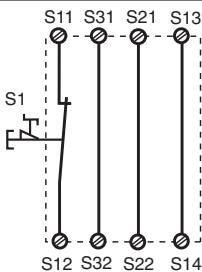
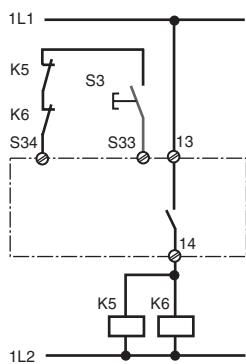

Fig. 2: Eingangskreis einkanalig, autom. Start/Single-channel input circuit, automatic reset/Commande par 1 canal, validation automatique
Fig. 9: wie Fig. 8 mit überwachtem Start/connection for contactors/relays and monitored reset/comme Fig. 8 avec surveillance du poussoir de validation
In Fig. 2 ... Fig. 9 sind Anschlußbeispiele für NOT-AUS-Beschaltung mit automatischem und überwachtem Start, Schutztürsteuerungen sowie Kontaktvervielfachung durch externe Schütze.
- Fig. 2 und 7: **keine** Verbindung S33-S34.
In Fig. 2 ... Fig. 9 are connection examples for Emergency Stop wiring with automatic and monitored reset. Safety gate controls as well as contact expansion via external contactors.
- Fig. 2 and 7: S33-S34 **not** connected.
Les figures 2 à 9 représentent les différents câblages possibles du PNOZ X13 à savoir : poussoir AU avec réarmement automatique ou auto-contrôlé, interrupteurs de position et augmentation du nombre des contacts de sécurité par contacteurs externes.
- Fig. 2 et 7: **pas** de câblage sur S33-S34.